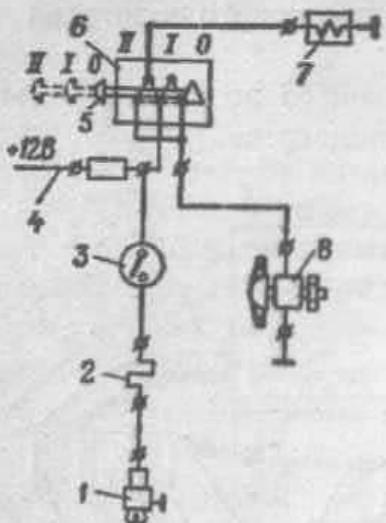

Рис. 3. Электрическая схема подогревателя:
- вставь вилку жгута 4 (рис. 3) питания установки в розетку щитка приборов и открай крышку люка пусковой рукоятки.